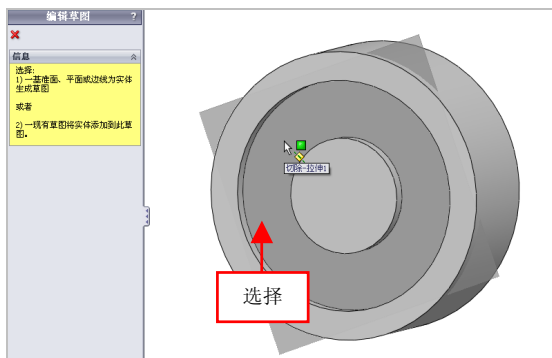

图 14-24 选择合适的基准面
(1) 在【草图】选项卡中，单击【草图绘制】按钮, 选择合适的表面为草图的基准面，如图 14-24 所示。